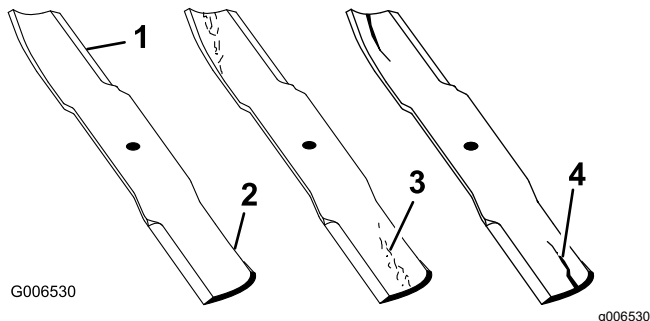

Рисунок 64
1. Осмотрите режущие кромки (Рисунок 64).
4. При обнаружении признаков повреждения, износа или образования зазора в этой области немедленно замените нож (Рисунок 64).